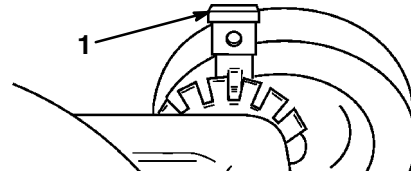

Figure 14
1. Tirez le levier de réglage de hauteur vers la roue et sélectionnez la position souhaitée (Fig. 14).